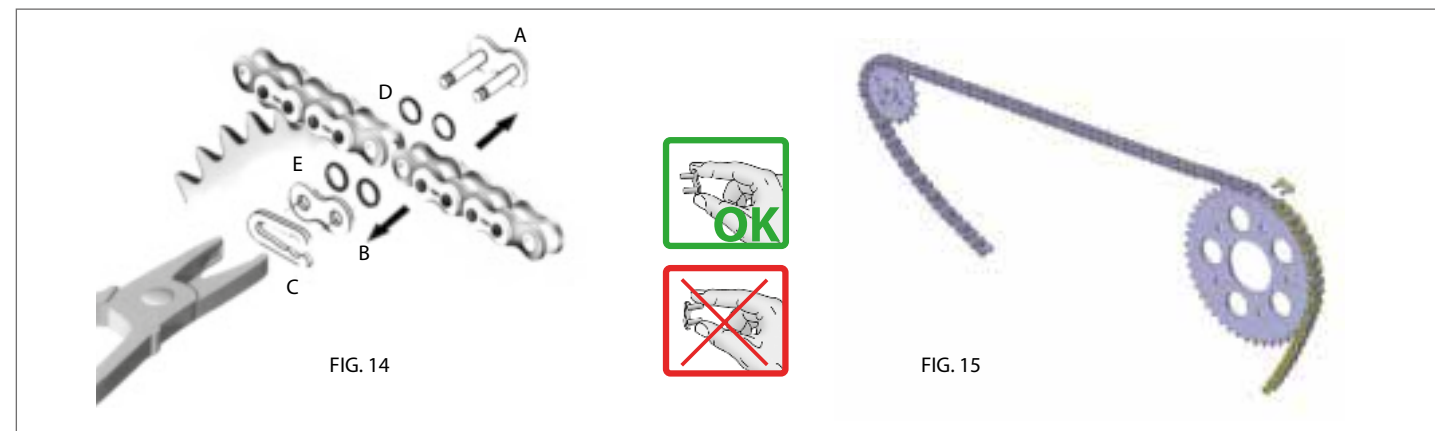

FIG. 14
3. Con l'ausilio di una pinza sfilare la molletta dai canalini dei perni, la piastra mobile e la forchetta giunto (fig. 14).
3. By using pliers, remove the spring clip. Disassemble the connecting plate and the connecting link fork (fig. 14).